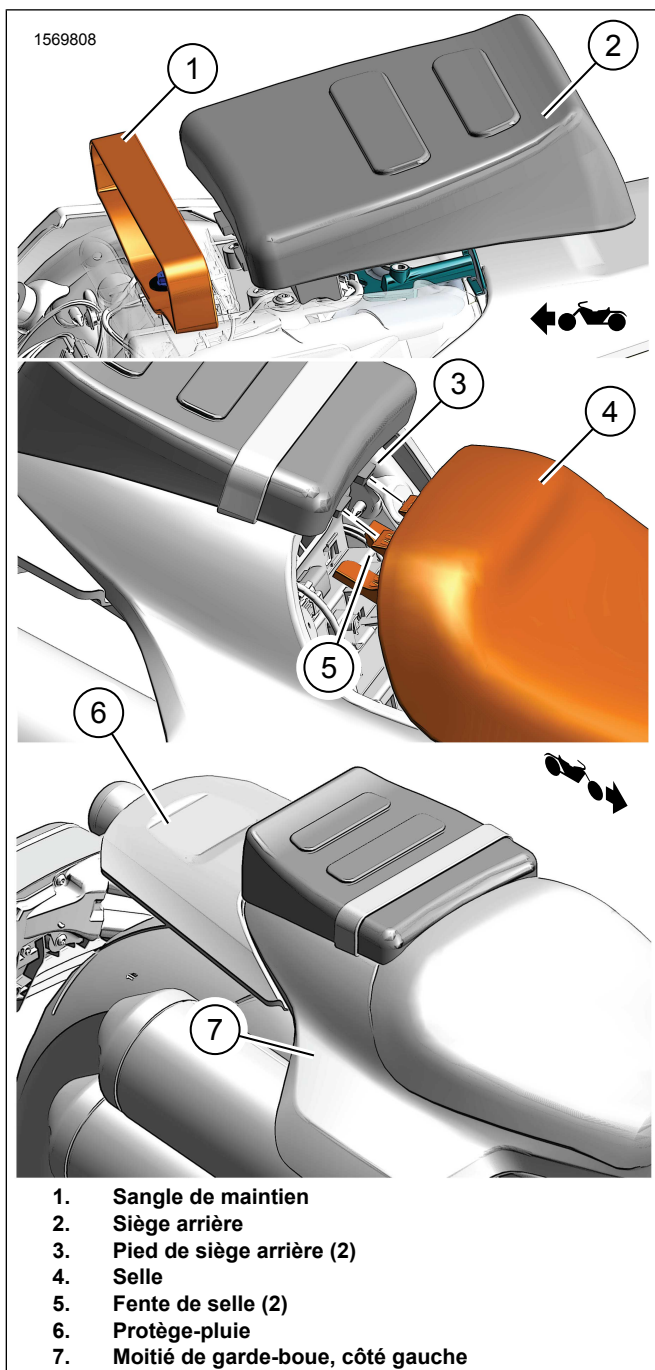

Figure 5. Siège arrière
5. Voir la Figure 5. Installez le siège arrière (2) à travers la sangle de maintien (1).
- a. Voir la Figure 5. Alignez les pieds du siège arrière (3) avec les fentes de la selle OE (5).